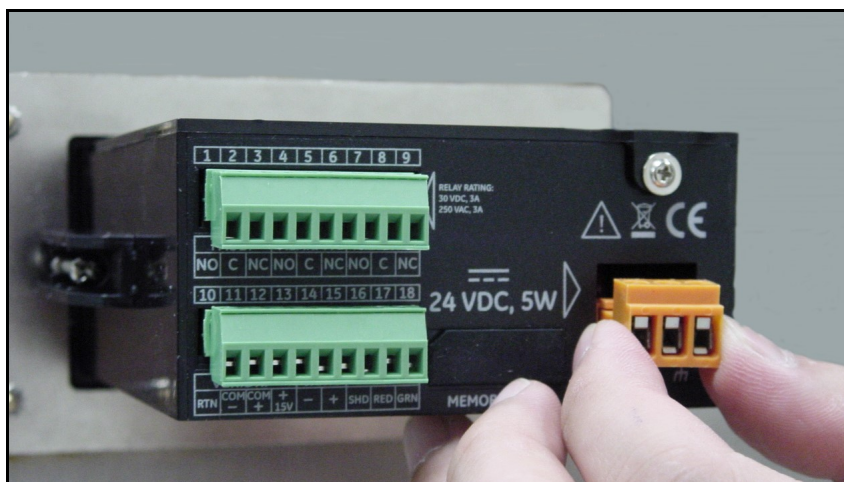

Figura 41: Extracción del conector de CC
1. Retire el conector de CC del panel posterior (vea la Figura 41).